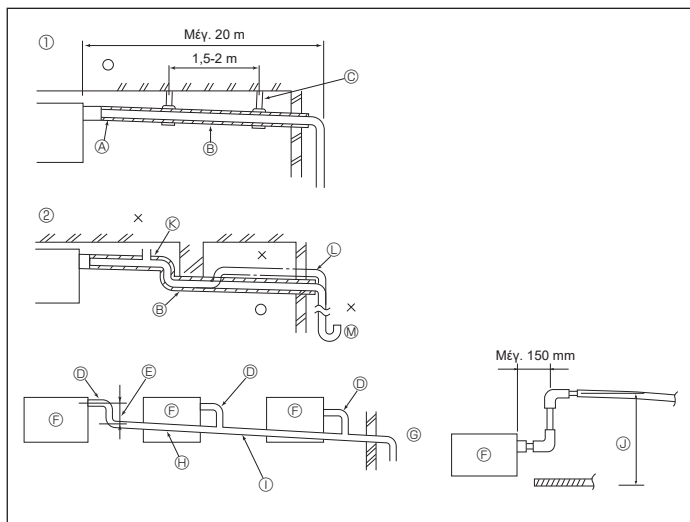

Fig. 6-1
6.1. Εργασίες σωλήνωσης αποστράγγισης (Fig. 6-1)